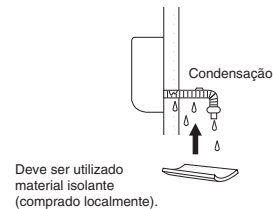

Fig. 3-106
- Se o tubo de drenagem for estendido na sala, isole o tubo com isolamento* de modo a que a condensação de arrefecimento não danifique os móveis ou os pisos. (Fig. 3-106)